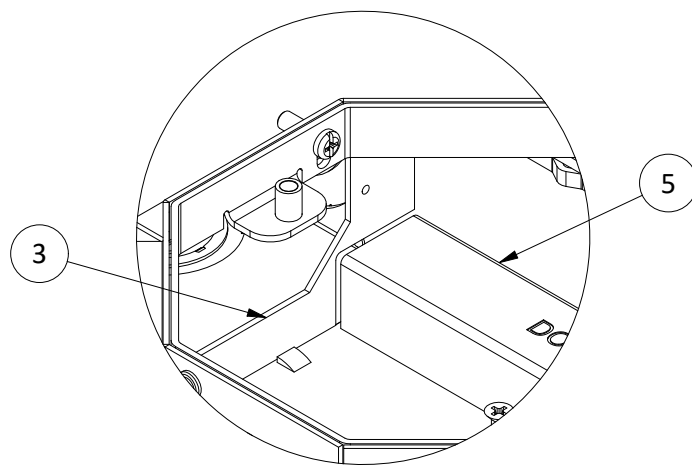

FIGURE 2
4. La canalisation de câblage [5] peut être placée de chaque côté de la boîte. Réinstaller la platine de montage [3] en alignant la patte courte avec la canalisation de câblage (CONSULTER LA FIGURE 2).